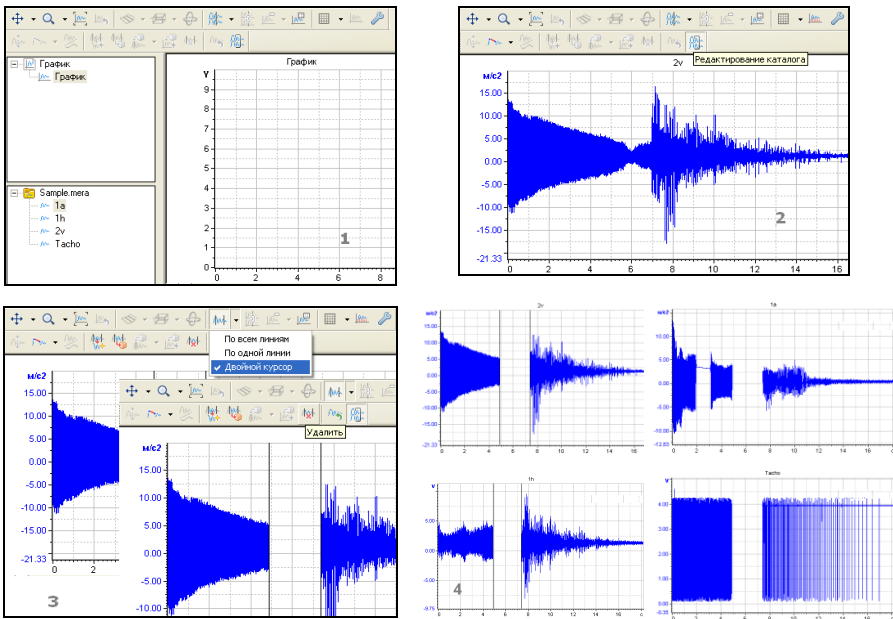

Рис. 7.8. Редактирование каталога
- Откройте один из сигналов в графике и нажмите кнопку  (Рис. 7.8, 1-2).
- Выполните все необходимые операции над выбранным сигналом. Аналогичные операции будут автоматически выполняться над остальными сигналами в папке (Рис. 7.8, 3-4).